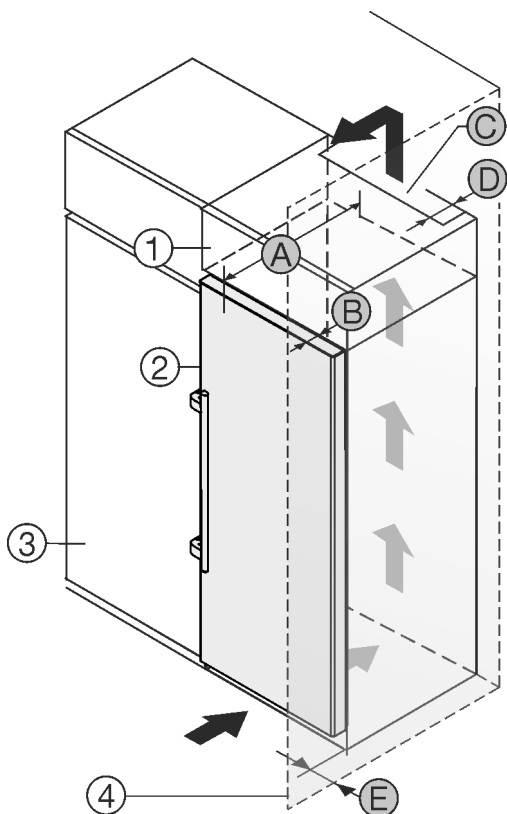

Fig. 2
Можете да поставите уреда непосредствено до кухненския шкаф Fig. 2 (3).*
От задната страна на шкафа-пристройка трябва да има вентилационен отвор с дълбочина Fig. 2 (D) по цялата ширина на шкафа-пристройка.*
Под тавана на помещението трябва да е спазено сечението за вентилация Fig. 2 (C).*
Когато уредът се поставя с пантите до стена Fig. 2 (4), разстоянието между уреда и стената трябва да е поне 57 mm. Това отговаря на разстоянието, с което дръжките стърчат при отворена врата.*
За да можете да отворите вратата изцяло, уредът трябва да е издаден с дълбочината на вратата Fig. 2 (B) спрямо челото на кухненския шкаф. В зависимост от дълбочината на кухненските шкафове Fig. 2 (3) и използването на детайли за отстояние от стената, уредът може да излезе още по-напред.*